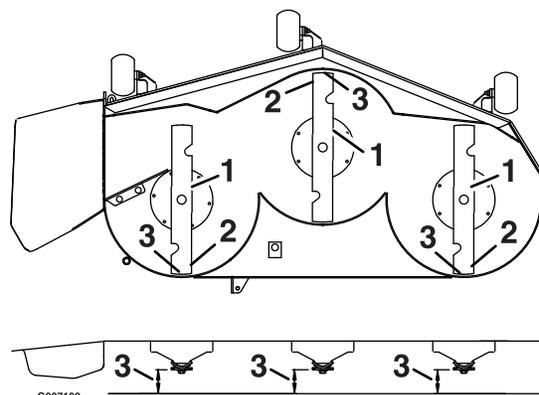

Figure 64
3. Faites pivoter les lames avec précaution pour faire passer les pointes avant à l'arrière (Figure 64).
4. Mesurez la distance entre la pointe de la lame avant et la pointe de la lame arrière par rapport à la surface plane (Figure 64).